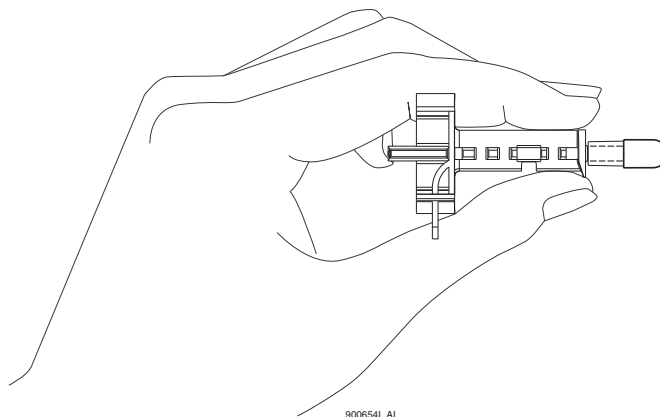

图 3.44 阵列接头
**注意** 如下所示，在拆卸或安装顶端帽的时候，始终抓住毛细管阵列接头直至过程结束，防止毛细管阵列弯曲和破损（图 3.44）。